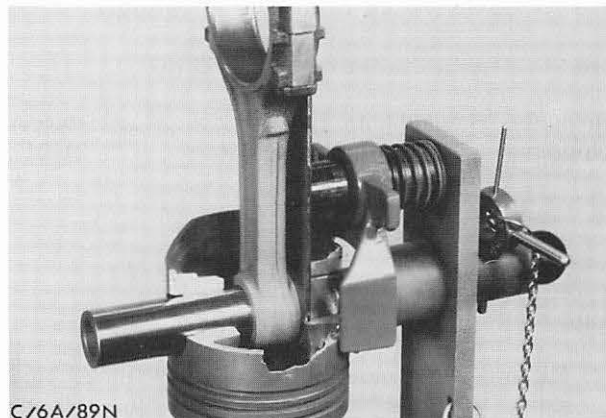

Abb. 317 Kolbenbolzen bis zum Anschlag durch das Pleuelauge schieben
10. Nach Erreichen der Temperatur, Heizstab aus dem Pleuelauge ziehen und Pleuel möglichst rasch in den Kolben führen, dann Kolbenbolzen schnell bis zum Anschlag durch das Pleuel schieben, Abb. 317.